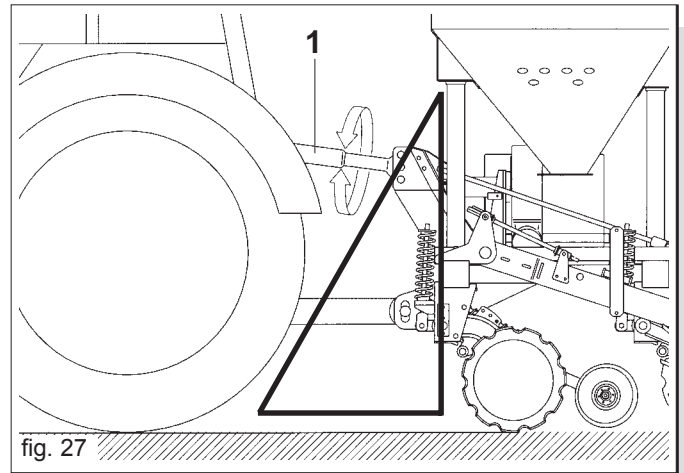

fig. 27
- la lunghezza del braccio del terzo punto per macchina portata, (1 Fig. 27);